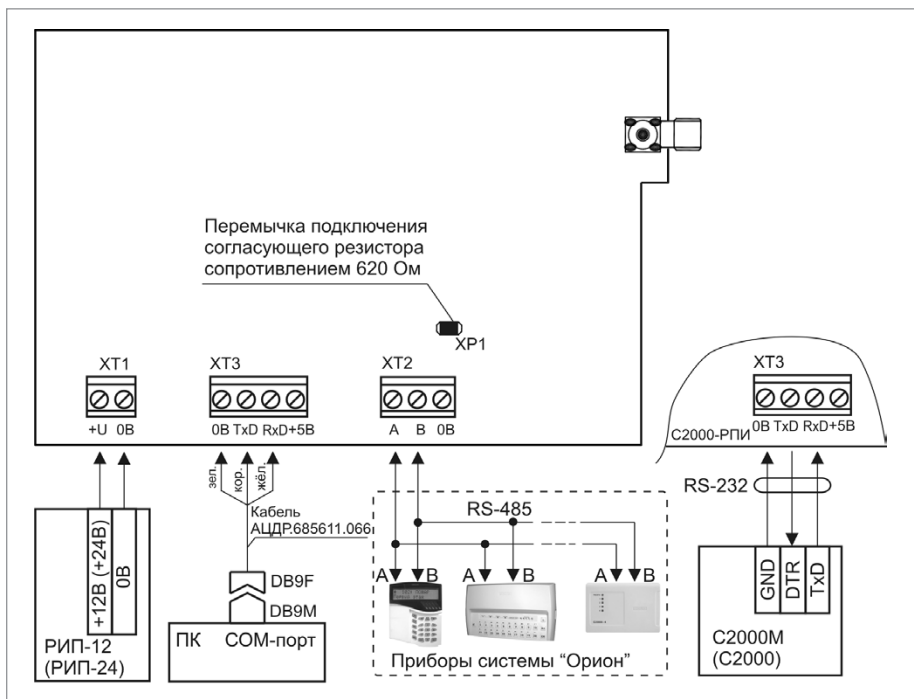

Рисунок 2. Схема подключения «С2000-РПИ»
1.3. Подключите РПИ в соответствии с проектной документацией и схемой на Рисунок 2. Обращаем Ваше внимание на то, что перед монтажом используемые РПИ должны быть объединены в сеть.